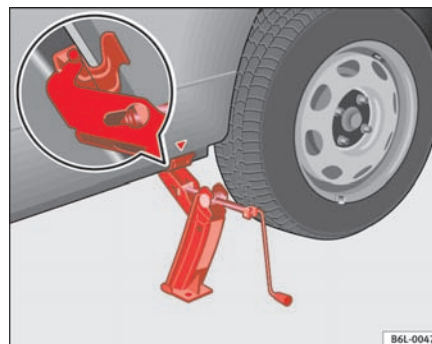

Fig. 124 Sådan sættes donkraften på.
- Stil donkraften således, at dens griber får fat i kanten under dørpanelet, og den bevægelige bundplade står plant på jorden ⇒ fig. 124.